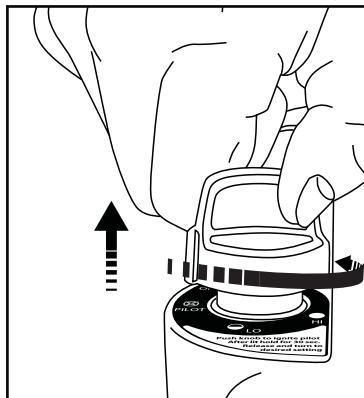

Figura 5: "Soltar o botão".
- Depois de acender o piloto, mantenha pressionado por 30-60 segundos e solte o botão. O botão deve retornar à posição totalmente estendida; Para operar o aquecedor ligeiramente pressione o botão e gire suavemente para travar na posição "HI" para acender a parte superior do queimador. Deixar na posição "HI" até a parte superior do queimador ficar laranja brilhante. Figura 5.